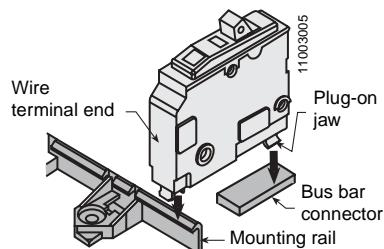

Figure 7: QO Branch Circuit Breaker
2. To disconnect the plug-on jaw from the connector and mounting rail, pull the circuit breaker outward until it disengages from the mounting rail. See Figure 7.
2. Pour déconnecter la mâchoire enfichable du connecteur et du profilé, tirer le disjoncteur vers l'extérieur jusqu'à ce qu'il se dégage du profilé. Voir la figure 7.